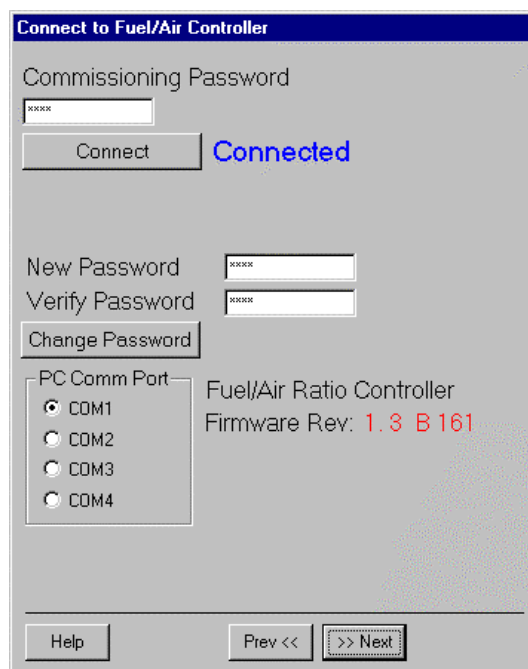

図 5：接続完了
- b. **接続 (Connect)**：有効なパスワードを入力し、PC 通信ポートを選択した後にこのボタンを押します (図 5)。「PC 通信ポートへの接続方法」を参照してください。
- e. **PC 通信ポート (PC Comm Port)**：R7999 の接続先である通信ポートを選択します。仕様シートの「R7999 の接続方法」(図 5)を参照してください。